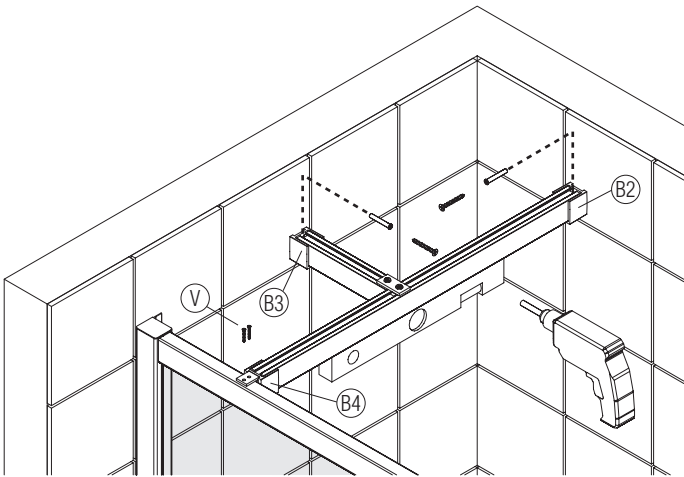

Fig. 4
NB: nel caso di fissaggio sul lato superiore di un pannello intelaiato, utilizzare il supporto speciale B4 (fornito su richiesta) (fig. 4) avvitandolo con le apposite viti "V".
NB: in case of installation on the top side of a framed panel use the special component B4 (supplied on request) (fig 4) screwing it on with screws "V".
INFO: Falls die Fixierung oberhalb eines Glases mit Rahmen erfolgen soll, verwenden Sie eine Sonderbefestigung B4 (wird auf Wunsch geliefert) Bild 4. befestigen mit Schrauben (V).
Nota: En caso de que se deba fijar sobre la parte superior de un vidrio enmarcado, utilizar el soporte especial B4 (se suministra bajo pedido) (fig. 4) fijándolo con sus correspondientes tornillos (V).